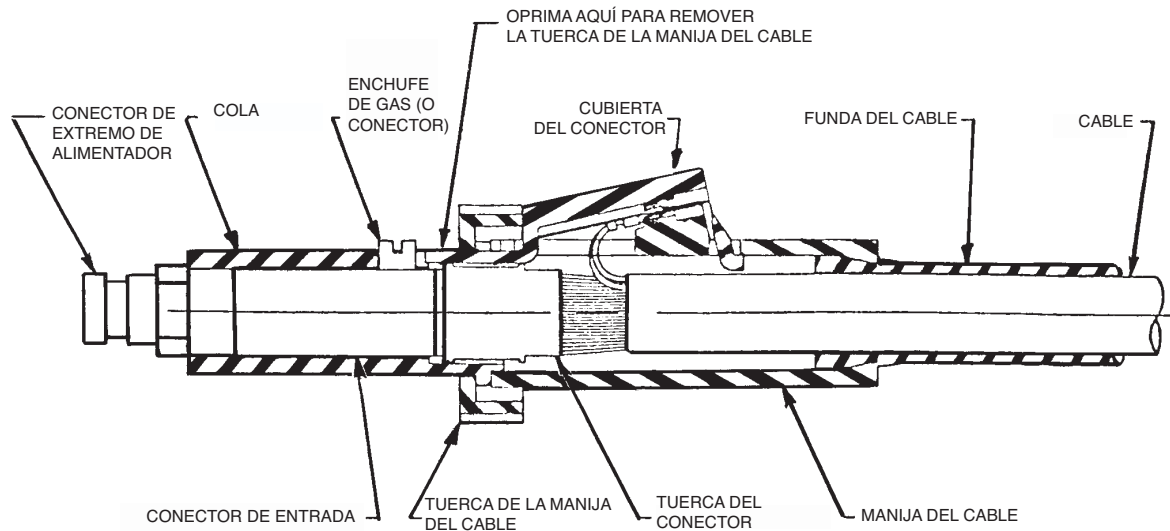

FIGURA D.4
- Remueva el conector de extremo de alimentador, enchufe de gas moldeado (o conector), tuerca de manija de cable, cola de plástico y cubierta del conector (vea la Figura D.4). **NOTA:** A fin de remover la tuerca de la manija del cable, la cola de la cubierta del conector debe aplanarse y la tuerca de la manija del cable girarse $\frac{1}{4}$ de vuelta a la izquierda, visto desde el extremo del alimentador.
- Coloque la funda y manija en el cable, y ensamble las terminales de cable de control de reemplazo en su lugar en la manija del cable. Inserte la cubierta del conector en su lugar. Instale la cola y asegúrela a la manija del cable con la tuerca de la misma. Consulte la Figura D.4.